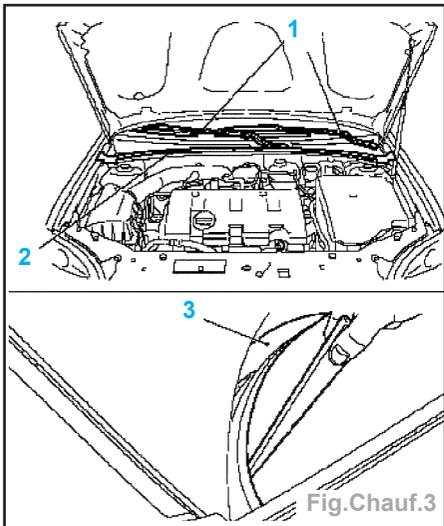

Fig. Chauf.3
- Déposer le déflecteur d'eau (Fig.Chauf.3) :
- déposer l'étanchéité (2) du compartiment moteur,
- déposer le déflecteur d'eau (3) en faisant levier,